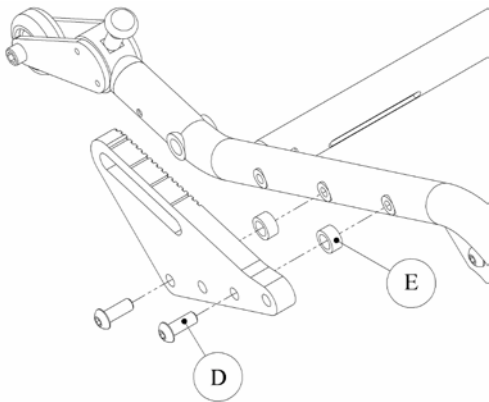

Figure 11 - Installation de la plaque de fixation
Les roues arrière de 20,22 et 24 po (51, 56 et 61 cm) sont fixées à la base par l'intermédiaire de la plaque de fixation montrée à la figure 11. Celle-ci est assemblée au châssis en procédant de la manière suivante :
2. Insérer les vis **D** dans les trous correspondants de la plaque de fixation (figure 11);